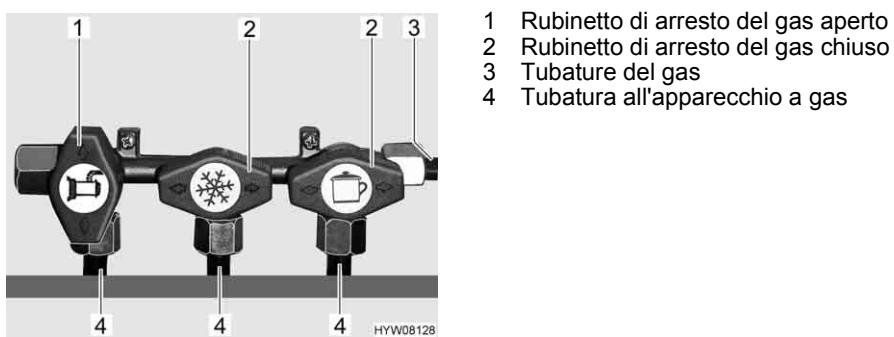

Fig. 71 Posizione rubinetti di arresto del gas
*Apertura:* ■ Posizionare il rubinetto di arresto del gas dell'apparecchio a gas corrispondente parallelamente (Fig. 71,1) alla tubatura (Fig. 71,4) che alimenta l'apparecchio a gas.
*Chiusura:* ■ Posizionare il rubinetto di arresto del gas dell'apparecchio a gas corrispondente trasversalmente (Fig. 71,2) alla tubatura (Fig. 71,4) che alimenta l'apparecchio a gas.